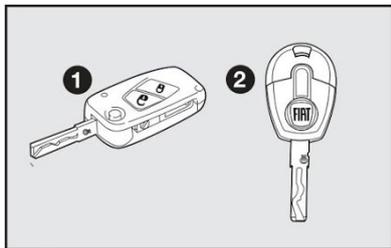

fig. 1
CHAVES - fig. 1
Com o veículo são entregues, conforme versão, uma chave 1-fig. 1 ou duas chaves 2-fig. 1.
As chaves 1 ou 2-fig. 1 de uso normal no veículo são usadas para:
- abertura/fechamento das portas por meio do controle remoto (chave 1-fig. 1).
Para a chave 2-fig. 1 está prevista a predisposição para instalação de controle remoto.